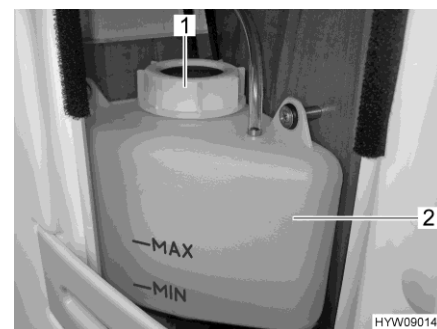

Fig. 173 Riga "MIN/MAX"
- Controllare se il livello del liquido nel vaso d'espansione (Fig. 173,2) è tra le righe del "MIN" e del "MAX".
- Aprire il coperchio (Fig. 173,1) del vaso d'espansione.